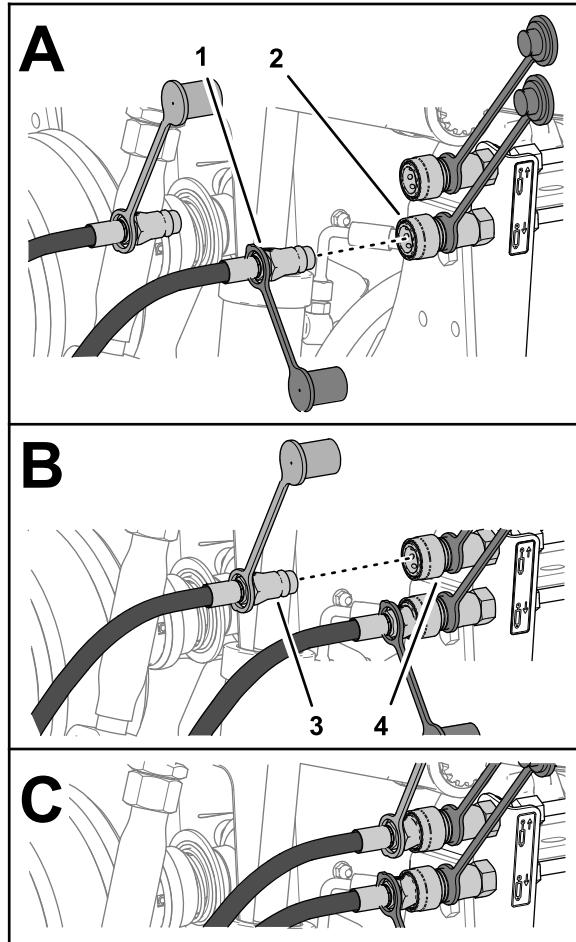

Figure 33
- Branchez le raccord rapide du flexible de déploiement de vérin au raccord rapide du circuit d'abaissement d'accessoire arrière (Figure 33).